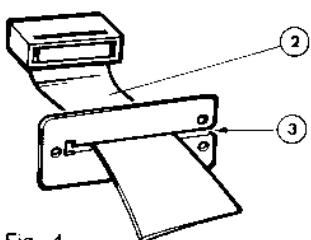
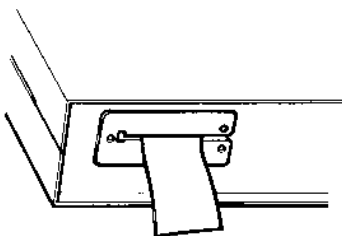

Fig. 4
Fig. 5
- Insérer dans l'ouverture (3) de la trappe le câble (2) (Fig. 4) puis repositionner la trappe dans l'ouverture située à l'arrière du lecteur (Fig. 5).